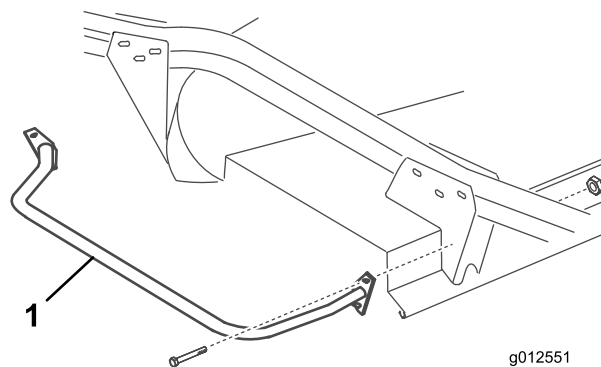

図 23
2. バンパーの前取り付けプレートの上穴を、キャスタームブラケットに固定するボルト 5/16 -18 x 3 インチとロックナットを使用する 図 23。